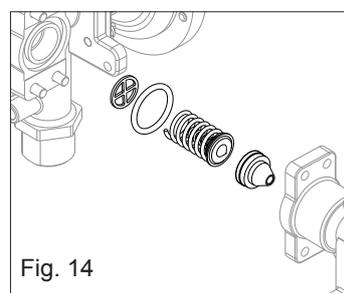

Fig. 14
- Extraiga el muelle grande y el conjunto válvula de modulación/muelle pequeño (fig. 14)
- Monte la válvula y el muelle grande, prestando atención al sentido de introducción y asegúrese de que el disco perforado que guía el muelle se encuentre en la posición correcta (fig. 14)